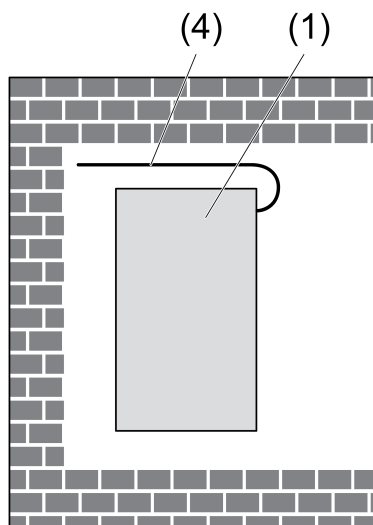

Figura 4
- i** Tenere l'antenna il più distesa e libera possibile (figura 4).